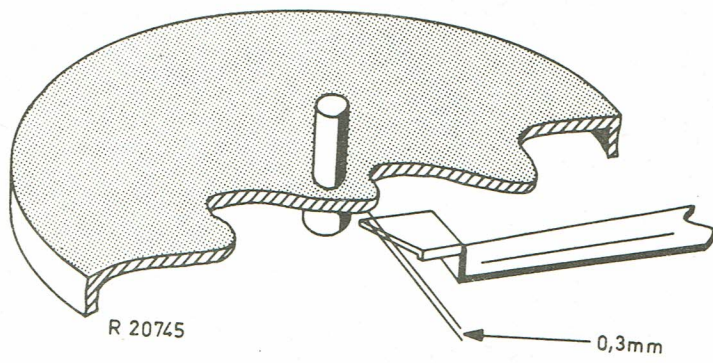

Fig. 7
- c. Le bloc en nylon sur le palpeur A ne doit pas marcher contre la partie enflée sous le plateau tournant. Il doit être un jeu d'au moins 0,3 mm. Voir la fig. 7.